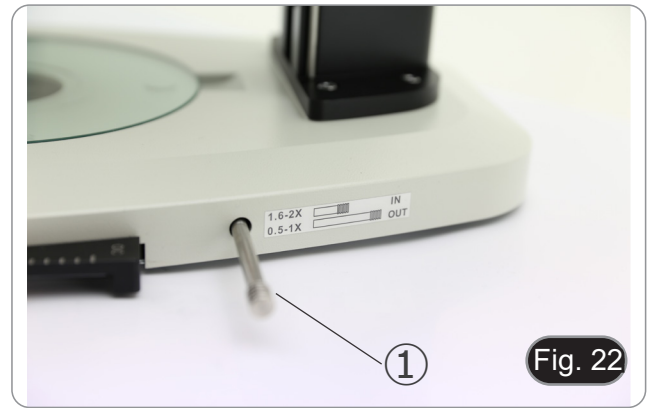

Fig. 22
- A lente de conversão é utilizada para otimizar a intensidade da luz de acordo com o objectivo em uso. (Fig. 22)
1. Inserir completamente a alavanca ① ao utilizar objectivos 1,6x ou 2x.
2. Puxar a alavanca ① até à saída quando se utilizarem objectivos 0,5x ou 1x.